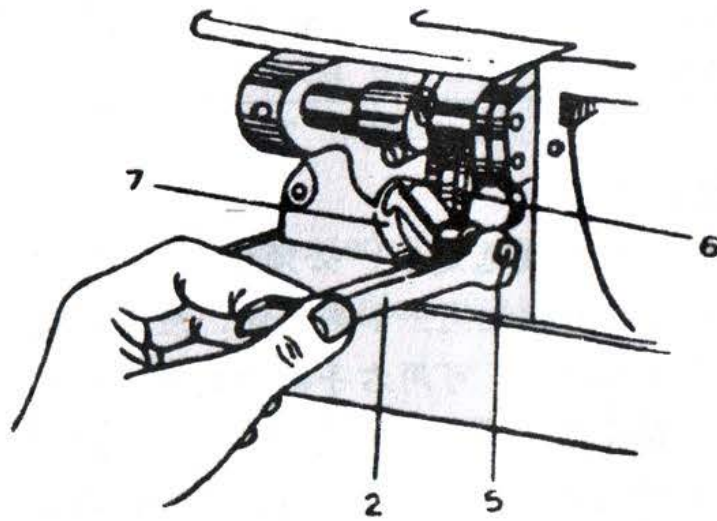

Рис.5
Длину стежка можно отрегулировать в зависимости от потребностей производства. Сначала поверните балансир до тех пор, пока игольница не окажется в самом высоком положении, затем ослабьте регулятор стежка (5), поворачивая его против часовой стрелки гаечным ключом (2), поставленным вместе с машиной (Рис. 5). Затем передвиньте их вместе со подъёмным звеном подачи (6) вдоль разреза регулятора подачи (7), чтобы получить более длинный или более короткий стежок. Для получения более длинного стежка передвиньте регулятор (5) вовне; для получения более короткого стежка передвиньте его внутрь. После этого затяните регулятор длины стежка (5).